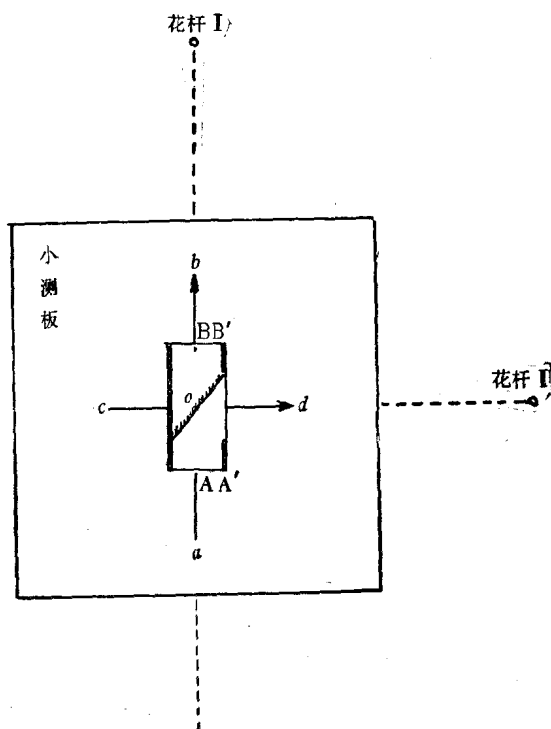

图 9
4. 按光学的反射定律，镜面必须与 AA' 、 BB' 瞄准丝构成的竖直面成 45° 角。装置的方法如图 9 所示，在安平的小测板上，绘出相互垂直的线段 ab 及 cd ，在其两延长线段十几米处竖立花杆 I 和 II。然后将直角器放在测板上，